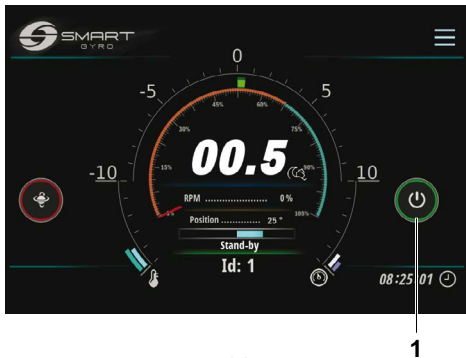

Bild 4
- Tryck på Power (ON/OFF)-ikonen (bild 4, (1)) för att ge ström till gyroenheten.